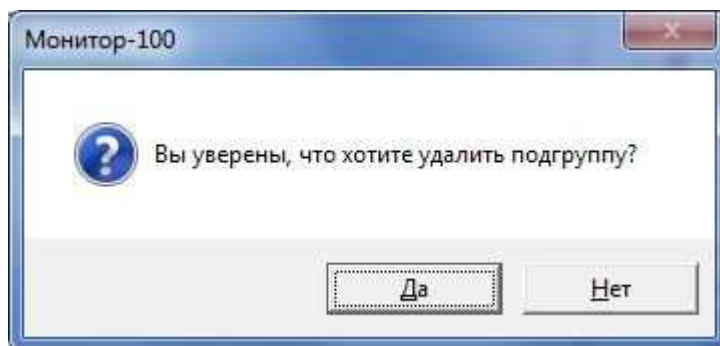

Рисунок 116
3) откроется диалоговое окно для подтверждения удаления (рисунок 116);